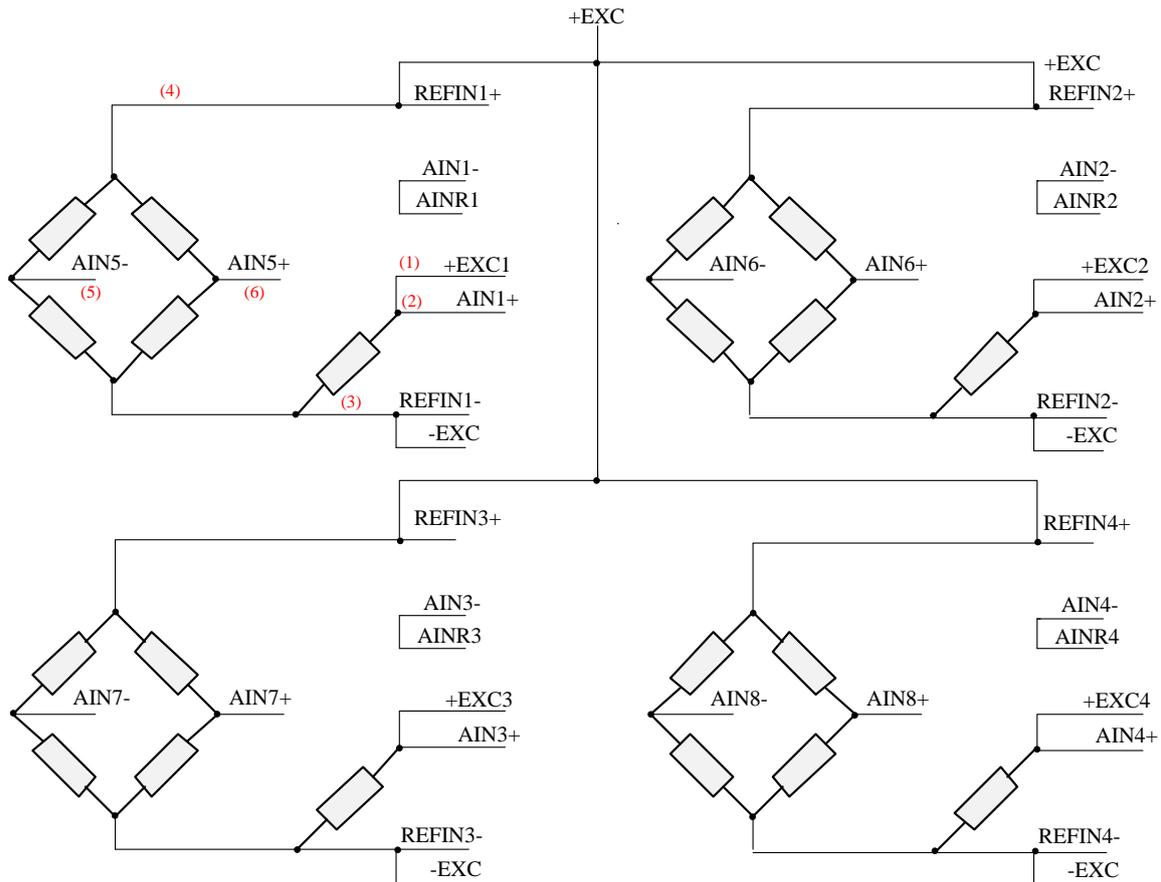

Рис. 6-12. LTR212M-1. Четвертьмосты и полные мосты (8-канальный режим)
В 8-канальном режиме модуль LTR212M-1 может работать по смешанной схеме подключения – до 4-х четвертьмостов и до 4-х полных мостов, как это показано на рис. 6-12. Для примера, 6 проводов кабеля, идущих до одного из мостов (каналы 1 и 5), обозначены (1), (2), (3), (4), (5), (6). Все остальные цепи подключения каждого канала необходимо реализовать короткими перемычками на кабельной части разъёма LTR212M-1.
Внимание! В схеме подключения рис. 6-12 отсутствует какая-либо компенсация влияния длин проводов на результаты измерений. Поэтому эта схема практически пригодна только для очень коротких кабелей.